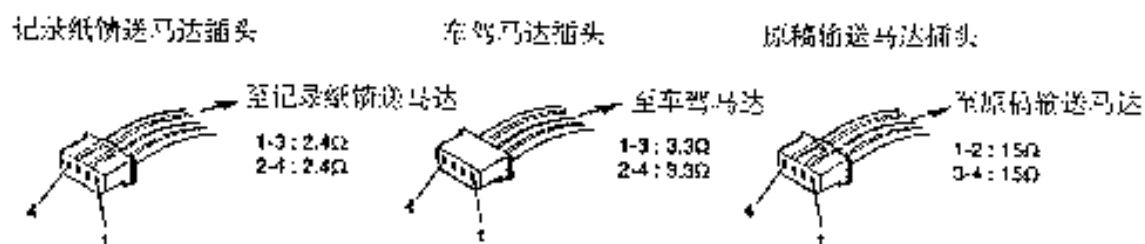

图 4-11 记录纸馈送马达 / 车驾马达 / 原稿输送马达插头
- (1)检查记录纸馈送马达和打印板之间的连接
- (2)检查记录纸馈送马达的电阻 $2.4\Omega$  正常(图4-11)
- (3)更换记录纸馈送马达
- (4)更换打印板(PRS 或 PES 有问题)
- (1)检查车驾马达和打印板(JL03)之间的连接
- (2)检查车驾马达的电阻 $3.3\Omega$  为正常(图4-11)
- (3)更换车驾马达
- (4)更换打印板
- (1) 检查原稿输送马达与主板(JMOTORI)间连接
- (2) 检查原稿输送马达的电阻,15 儿是正常(图 4-11)
- (3) 更换原稿输送马达
- (4) 更换主板